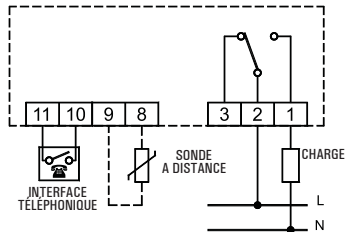

Fig. 3
3. Effectuer les raccordements électriques en respectant le schéma de la Fig. 3.